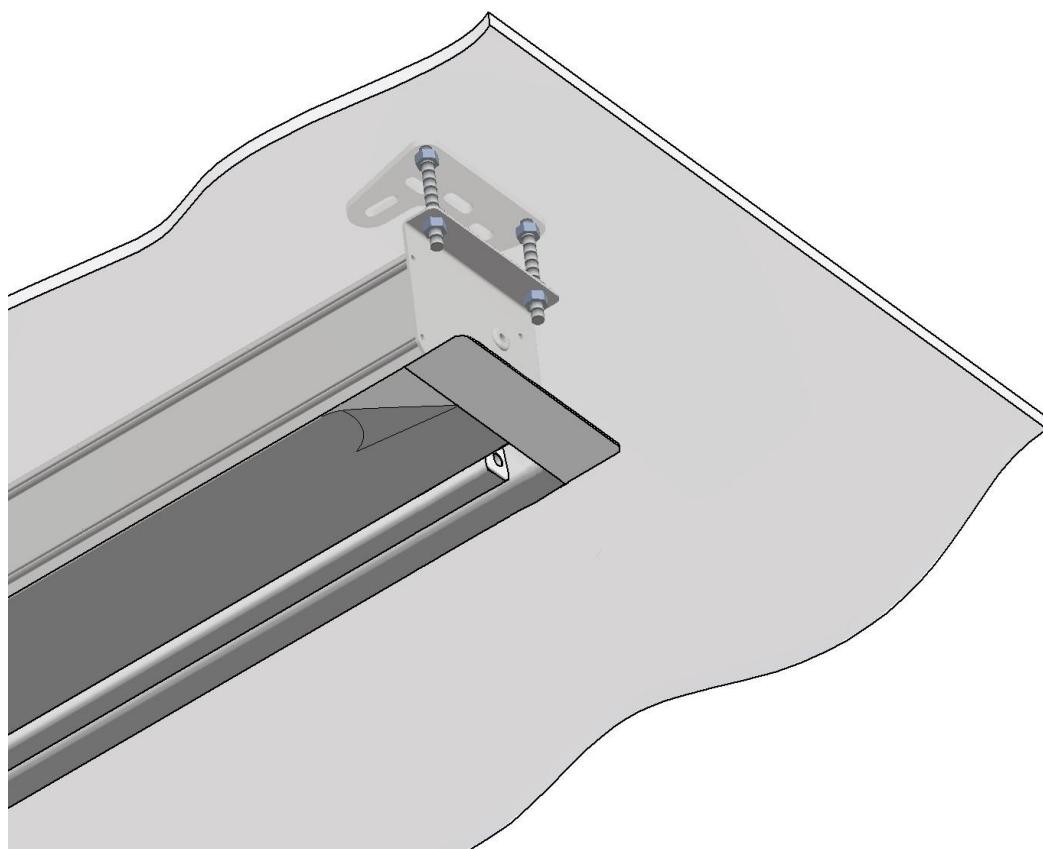

Rys.11
12. Po ostatecznym sprawdzeniu całości instalacji załóż maskownice boczne na magnesy przyklejone do maskownic (**Rys. 11**). W ekranach z naciągami bocznymi rozwiń całkowicie powierzchnie. Jeżeli jest taka konieczność, korzystając z klucza ampulowego wyreguluj siłę naciągu śrubami po obu stronach dolnej belki.